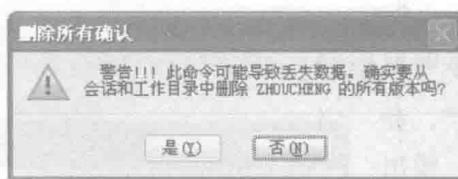

图 1-12 【删除所有确认】对话框
(2) 删除文件。选择主菜单“文件”→“删除”，如图 1-10 所示。在子菜单中选择“旧版本”命令，弹出如图 1-11 所示的【输入其旧版本要被删除的对象】对话框，其中显示系统默认要被删除的文件名称，单击按钮，完成删除；选择子菜单“所有版本”命令，系统弹出【删除所有确认】对话框，如图 1-12 所示，单击按钮，则删除当前图形文件。